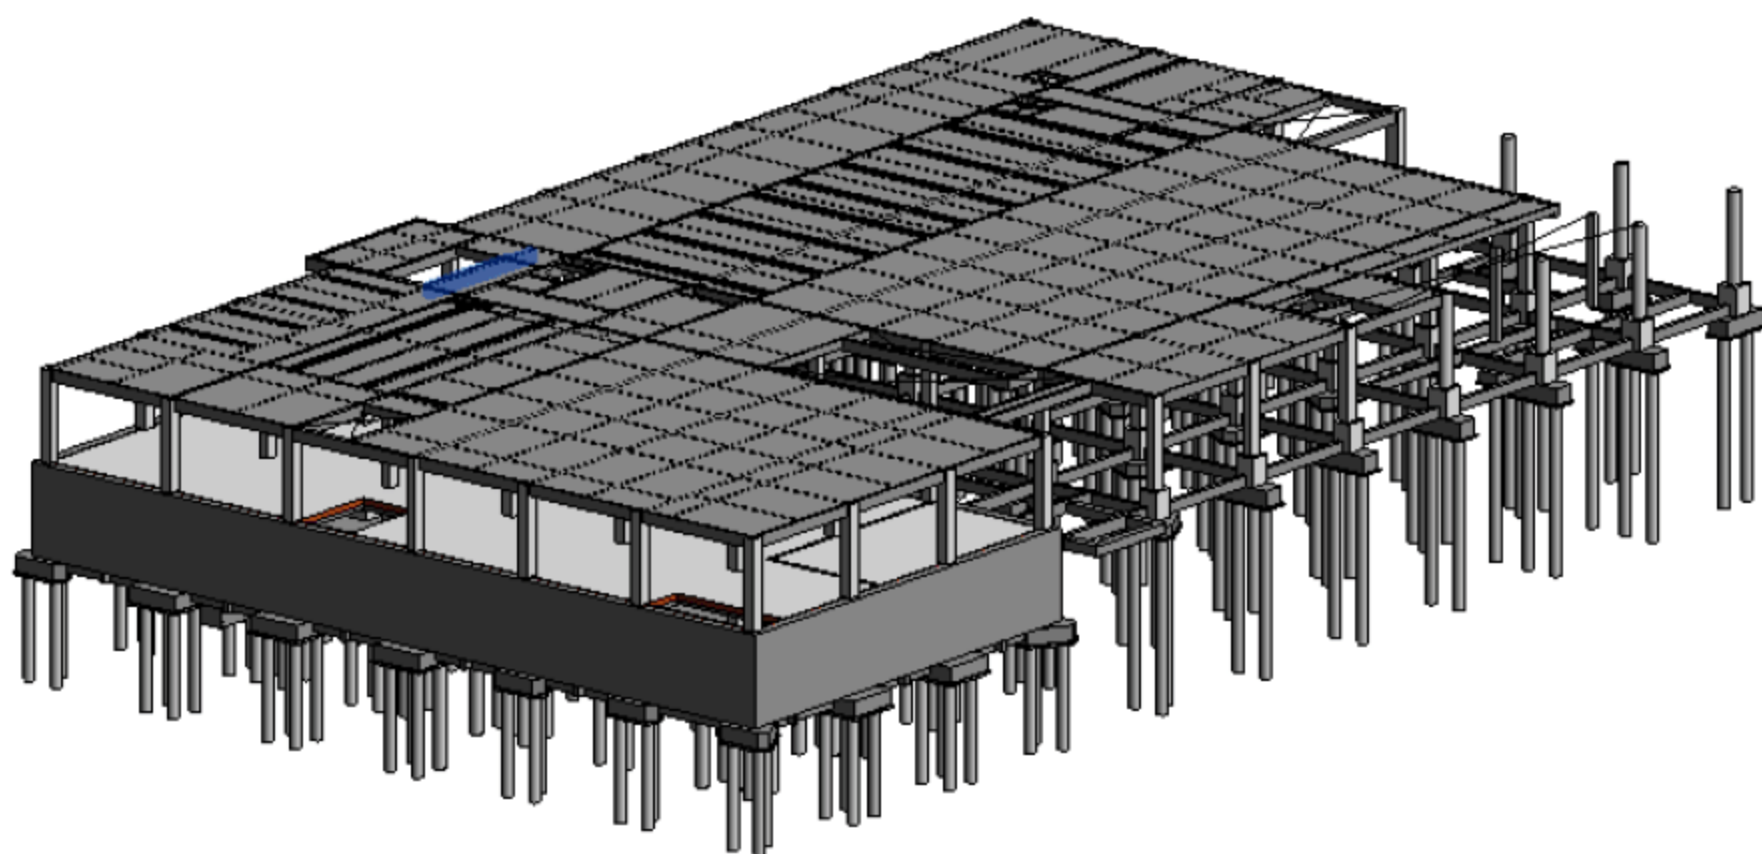
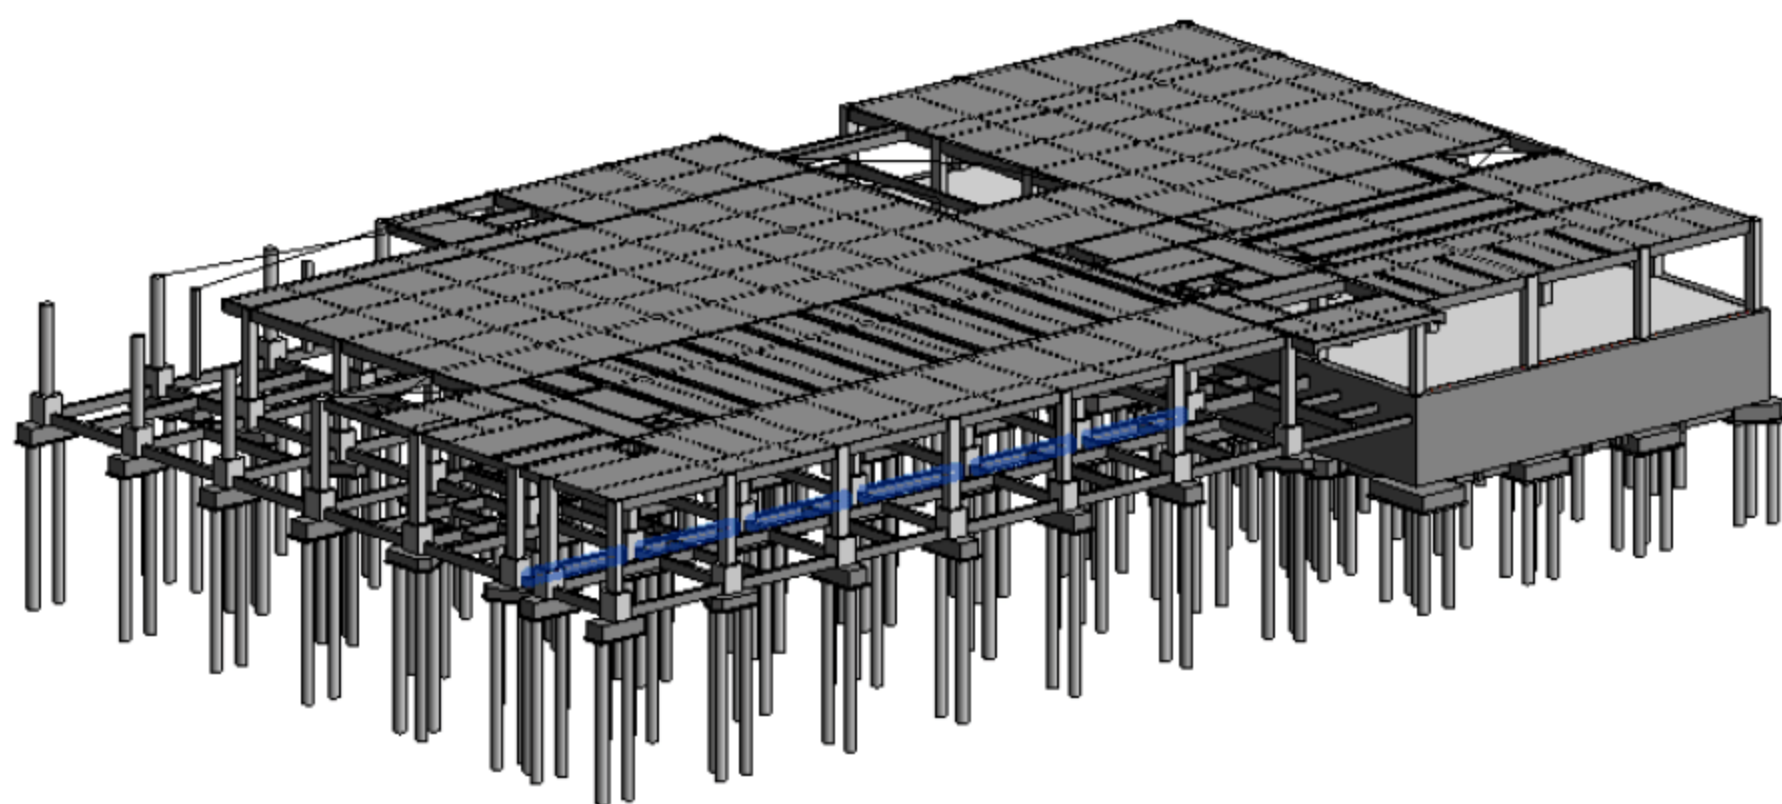

图 4.3.49 3D 效果图 1
图 4.3.50 3D 效果图 2
(24) 参照上述步骤完成其余现浇混凝土楼板的绘制, 注意楼板的边界位置、厚度以及跨方向。完成所有楼板后, 按快捷键 F+4 进入 3D 视图, 如图 4.3.49 和图 4.3.50 所示。